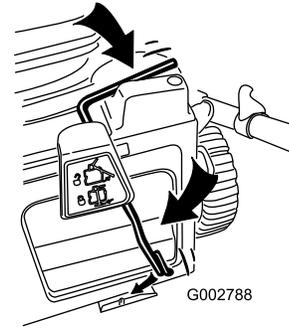

Figure 9
2. Placez le levier dans le profilé du commutateur et la retenue de levier (Figure 9).